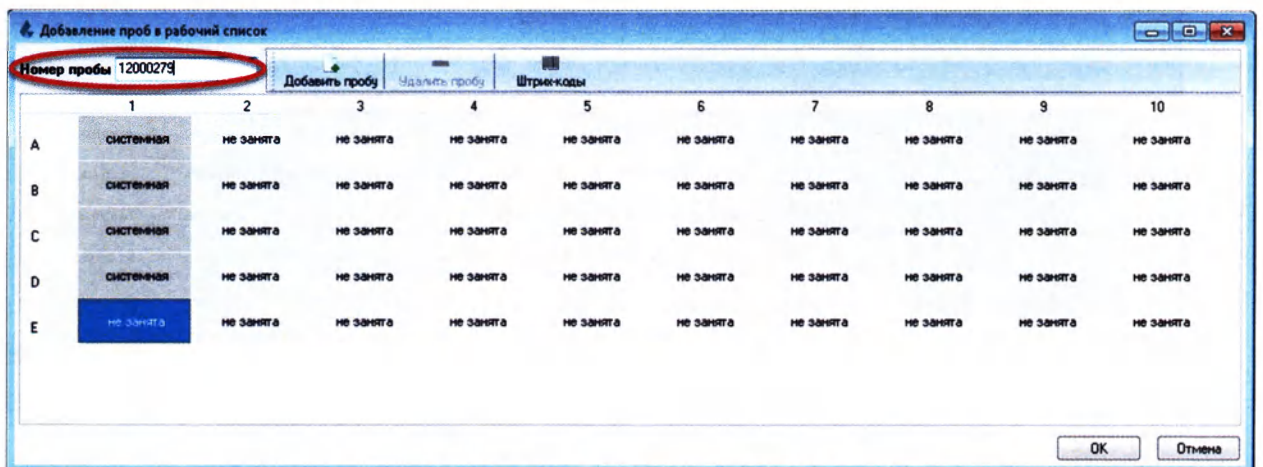

Рисунок 6.24
- В открывшемся окне «Добавление проб в рабочий список» введите номер пробы в поле «Номер пробы» (Рисунок 6.24):